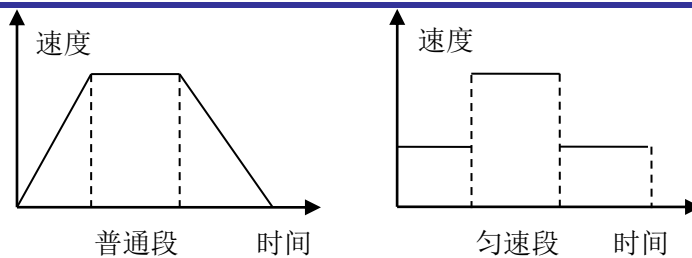

图 7-6 PT 模式匀减速段类型
- `PT_SEGMENT_EVEN` 表示匀速段，FIFO 中各段的段内速度保持不变，段内速度=段内位移/段内时间。如图 7-6 所示。